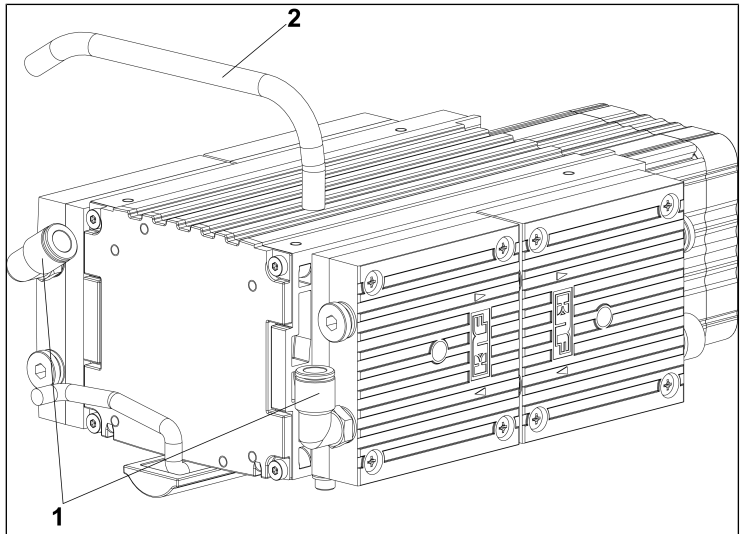

Abb.5: Demontage der Verschaltung
1. Lösen Sie den Verschaltungsschlauch (**2/Abb. 5**) durch Niederdrücken und gedrückt halten des Lösungsrings (**1/Abb. 5**).
2. Ziehen Sie den Verschaltungsschlauch (**2/Abb. 5**) vorsichtig aus der Verschraubung heraus.
1. Stecken Sie den Verschaltungsschlauch (2/Abb. 5) bis zum Anschlag in die Verschraubung.